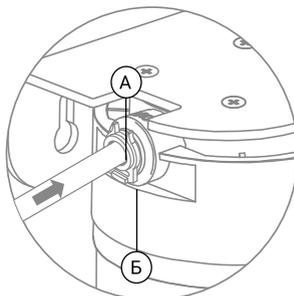

Рис. 4
3. Вставьте трубку в фитинг на вход (IN) в фильтр через цанговое кольцо (Б) и стопорную клипсу (А) до упора (рис. 4). Для герметизации соединения, приложите дополнительное усилие, при этом трубка утопится еще примерно на 3 мм и будет плотно обжата резиновым кольцом фитинга. Аналогичным способом подключите трубку